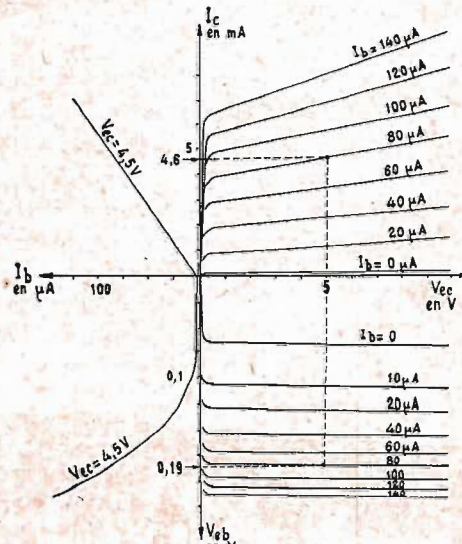

Fig. 4. — Caractéristiques à 25° C du OC71 - Emetteur commun
Prenez l'exemple du transistor OC71 ; ses courbes caractéristiques en émetteur commun sont données figure 4. Pour $V_{ec} = 5$ volts et $I_e = 4,6$ mA, on voit que $I_b = 80 \mu A$ et $V_{eb} = 0,19$ volts et par suite en reportant dans (1) : $I_c = 4,68$